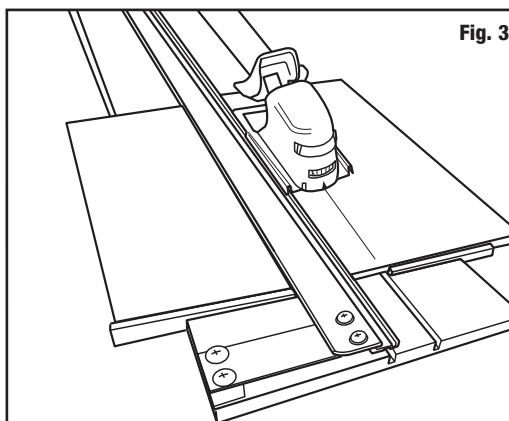

Fig. 3
2. Align V cutter over mark and cut (**Fig. 3**).
2. En le décalant d'1 1/4" de la règle-guide ou bien en traçant le trait de découpe sur le carton mousse. Faire coïncider la flèche du cutter V avec le trait et découper (**Fig. 3**).